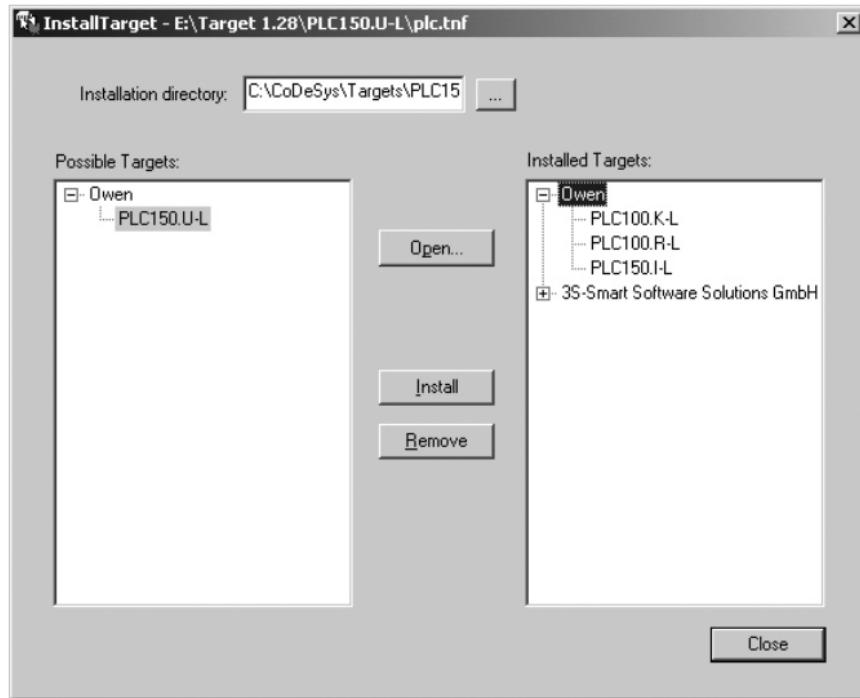

Рис. 2. Окно «InstallTarget» утилиты InstallTarget
- 1) В открывшемся при запуске утилиты **InstallTarget** окне (рис. 2) – нажать кнопку Open и указать путь доступа к инсталлируемому Target-файлу (имеющему расширение *.tnf, Target Information File). Target-файлы контроллеров ОВЕН ПЛК150 находятся на компакт-диске, поставляемом с контроллером, в папке «Target» или могут быть скачаны с сайта www.owen.ru.